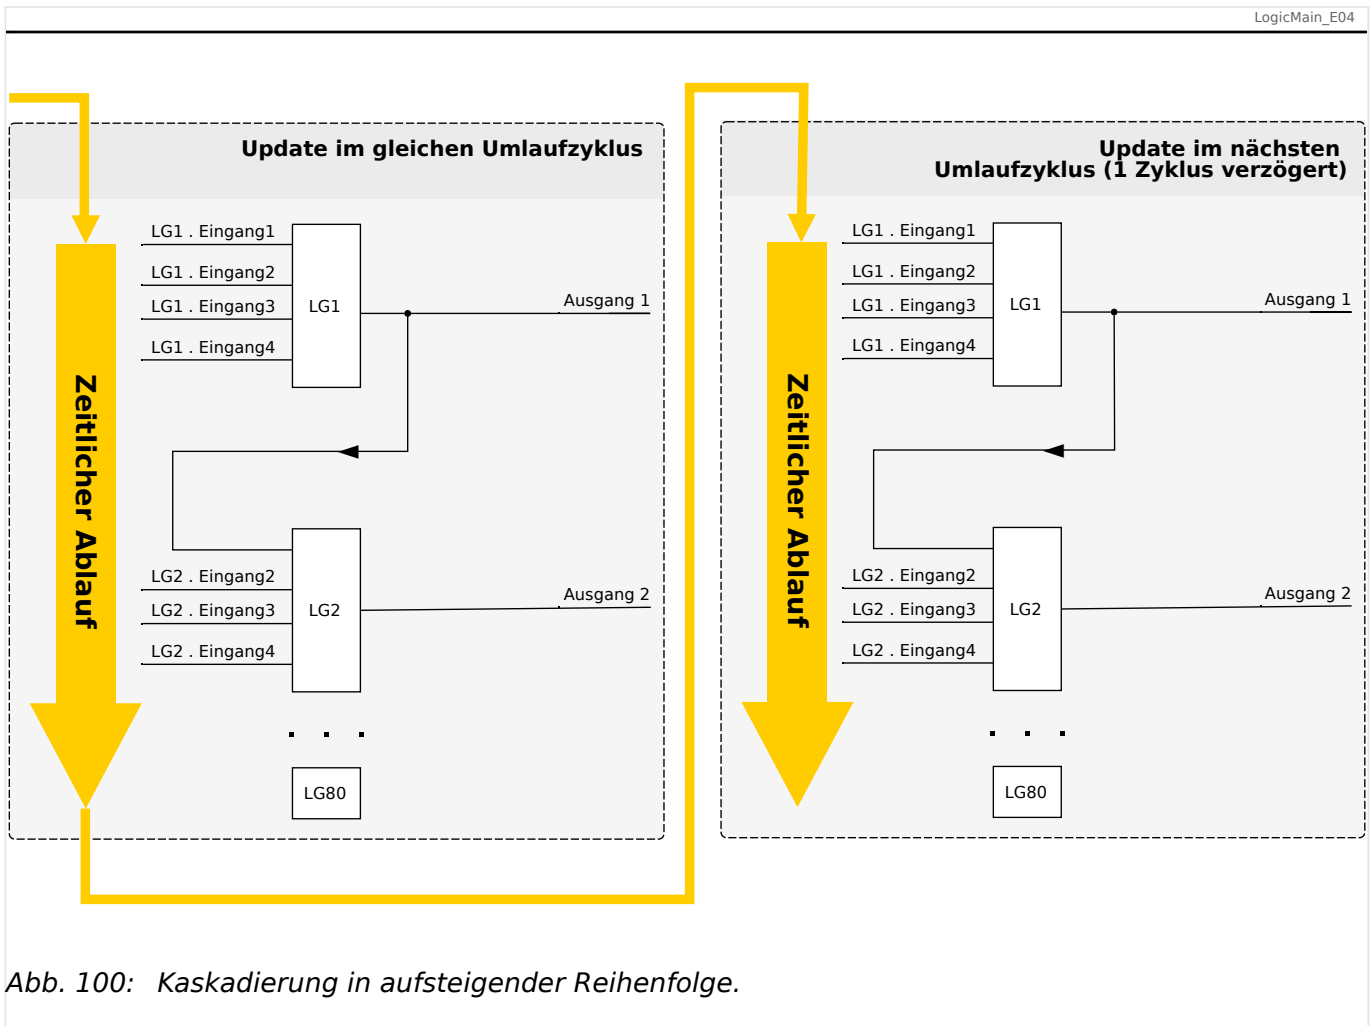
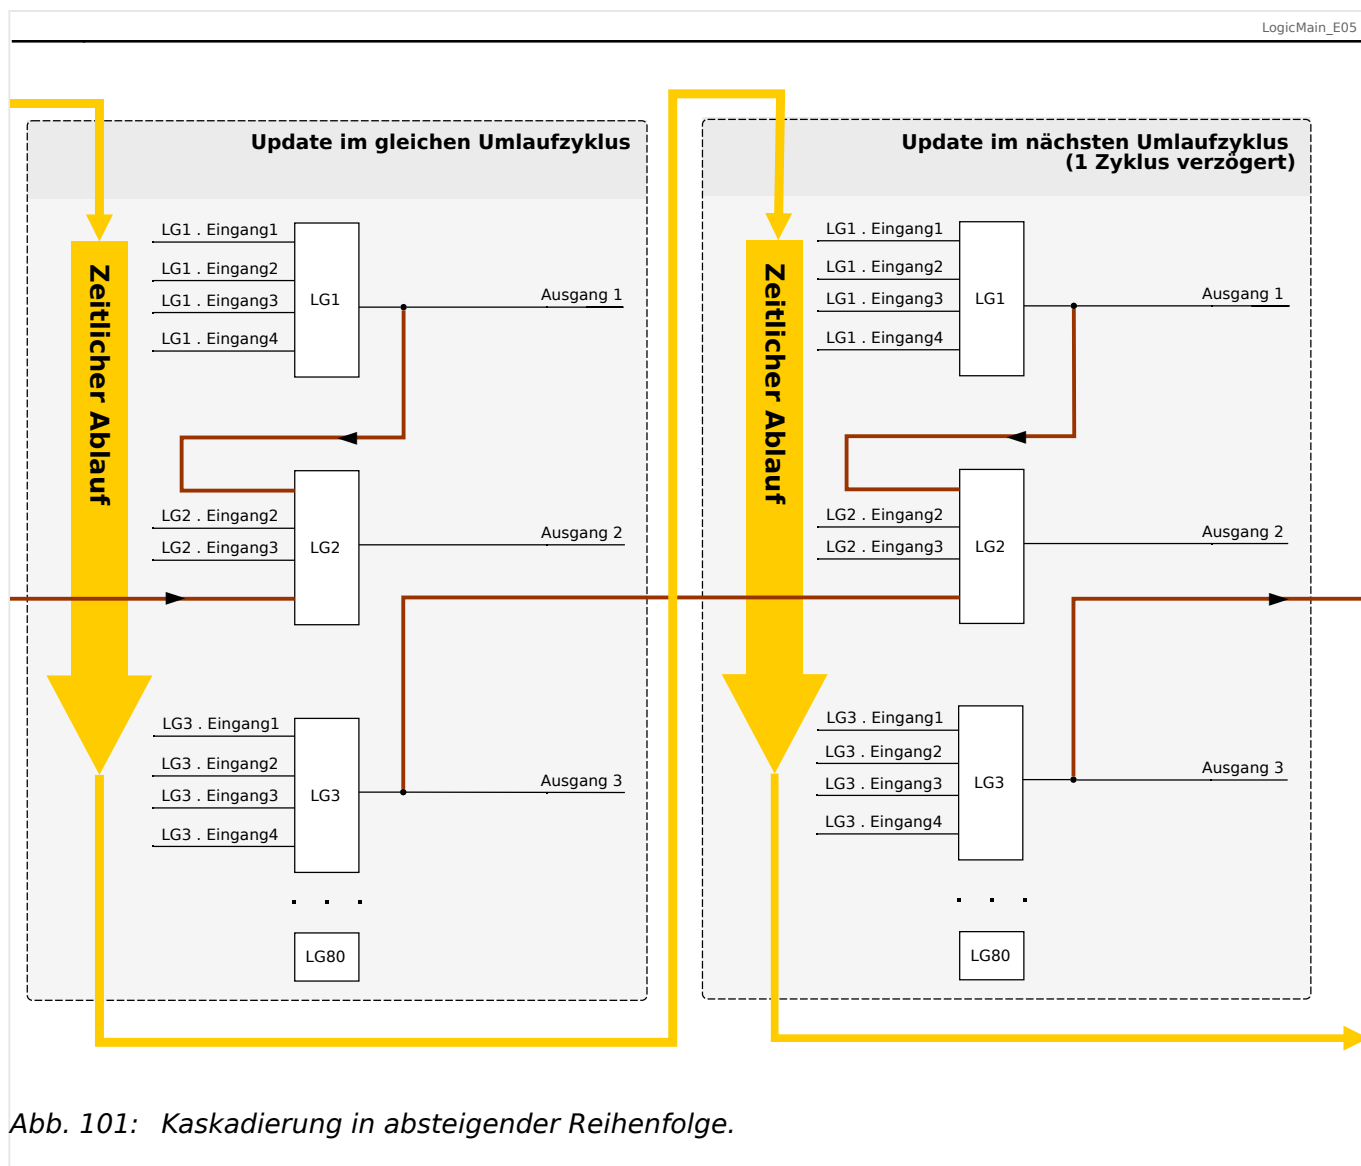

Abb. 100: Kaskadierung in aufsteigender Reihenfolge.
Abb. 101: Kaskadierung in absteigender Reihenfolge.
- Kaskadierung in **aufsteigender** Reihenfolge bedeutet, dass der Ausgang einer Logikgleichung auf den Eingang einer Logikgleichung mit **höherer** Nummer rangiert wird. Das Diagramm  Abb. 100 weiter unten zeigt ein Beispiel, bei dem der Ausgang von LG1 auf einen Eingang von LG2 rangiert wird.
- Kaskadierung in **absteigender** Reihenfolge bedeutet, dass der Ausgang einer Logikgleichung auf den Eingang einer Logikgleichung mit **niedrigerer** Nummer rangiert wird. Das Diagramm  Abb. 101 zeigt ein Beispiel, bei dem der Ausgang von LG3 auf einen Eingang von LG2 rangiert wird.
Bei der Konfiguration des Schutzgerätes bestehen keinerlei Einschränkungen oder Unterschiede zwischen aufsteigender und absteigender Reihenfolge. Da allerdings während der Laufzeit des MRI4 die Logikgleichungen in aufsteigender Reihenfolge ausgewertet werden, haben die resultierenden Ausgangswerte, die am Eingang der Logikgleichung anstehen, ein unterschiedliches „Alter“, wie in  Abb. 100 und  Abb. 101 veranschaulicht wird.
Das in Abb. 101 gezeigte Beispiel zeigt eine Konfiguration von „Logikgleichung 2“, die den Ausgang von zwei weiteren Logikgleichungen, „Logikgleichung 1“ und „Logikgleichung 3“, als Eingangszustände verwendet. Hierbei ist der Ausgang von „Logikgleichung 1“ in aufsteigender Reihenfolge verwendet, sodass der Wert in jeweils demselben Prozesszyklus ermittelt wird. Der Ausgang von „Logikgleichung 3“ wird in absteigender Reihenfolge verwendet, sodass der Wert in dem jeweils vorherigen Prozesszyklus ermittelt wurde.